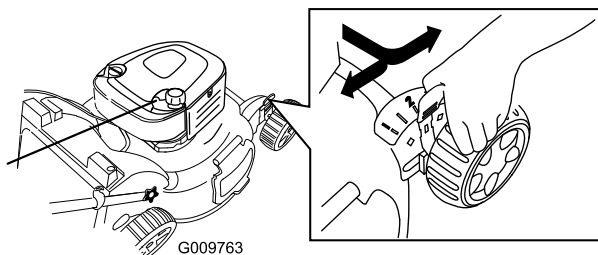

Figure 14
**Remarque:** Pour élever le plateau de coupe, déplacez les 4 leviers de hauteur de coupe en avant ; pour abaisser le plateau, ramenez les leviers en arrière (Figure 14).